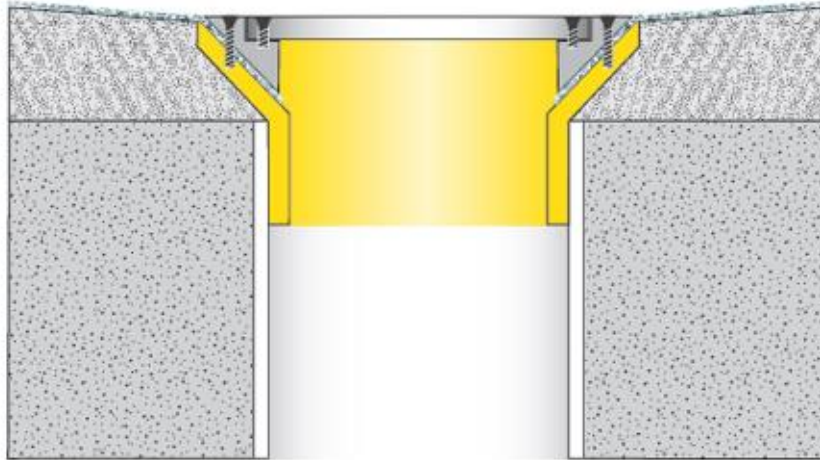

Figure 1
3. Versez immédiatement tout le mélange d'adhésif sur le support. Ne laissez pas la résine mélangée dans le contenant car cela affecterait la résistance de ce dernier et pourrait générer une chaleur excessive. Le délai d'utilisation du S-240 est d'environ 10 minutes, en fonction de la température et de l'humidité. L'installation du revêtement de sol nécessite d'abord un drain de plancher à insérer avec anneau et collier (Figure 1). Le revêtement de sol en feuilles Safety Zone doit être installé dans la base avec l'adhésif époxyde S-240 et être serré à l'aide de l'anneau et de la grille.